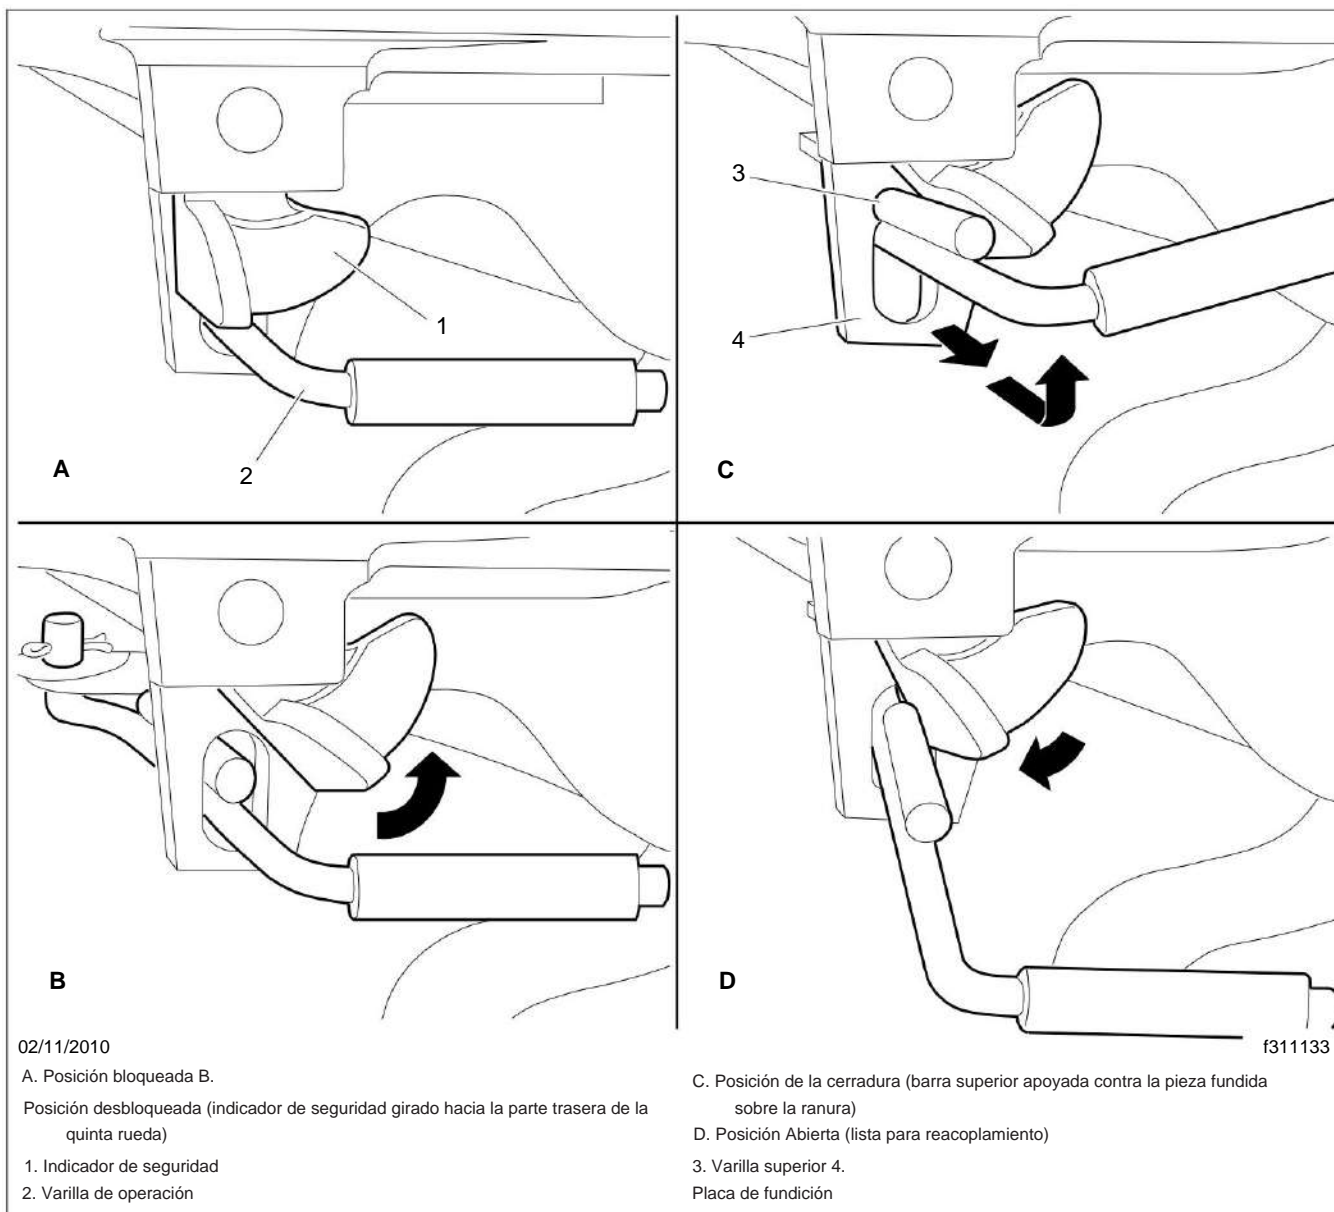

Fig. 20.8, Mecanismo de bloqueo del perno rey Holland
- 6.2 **Holanda:** En la posición bloqueada, el indicador de seguridad oscila libremente sobre la varilla de operación. Consulte la Fig. 20.8, Vista A.
Para desbloquear el mecanismo, gire manualmente el indicador de seguridad hacia la parte trasera de la quinta rueda. Ver Fig. 20.8, Vista B.
Saque la varilla de operación. Cuando el hombro de la barra de operación superior esté fuera de la ranura, levante la manija y coloque el hombro de la barra superior contra la pieza fundida de la placa, por encima de la ranura. Ver Fig. 20.8, Vista C.
La quinta rueda está ahora en la posición de bloqueo y está lista para desacoplarse. A medida que el tractor se aleja del remolque, el perno rey obliga a la mordaza a girar, haciendo contacto con la traba. La rotación continua de la mordaza obliga a la cerradura a moverse hacia afuera y deja caer la barra superior nuevamente dentro de la ranura. Ver Fig. 20.8 Vista D. La rueda ahora está lista para acoplarse.